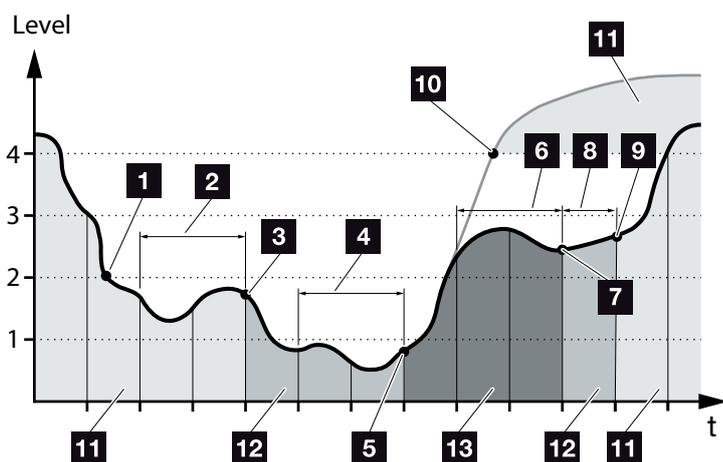

Fig. 47 : Mode automatique
Contrairement au mode « automatique », ici la batterie est coupée dès que l'énergie des générateurs locaux passe en dessous de la limite de niveau 1 pendant deux jours consécutifs  **Fig. 47, pos. 5**